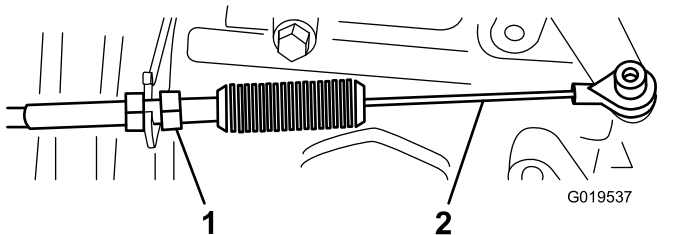
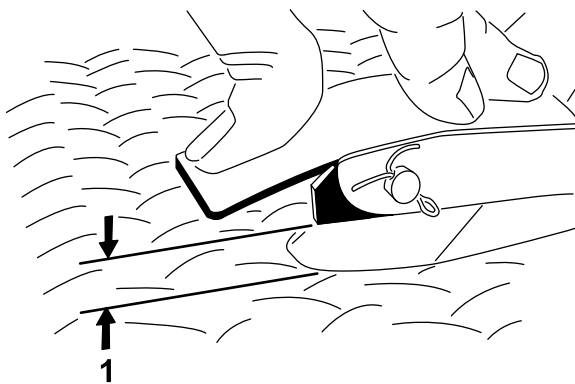

Figura 66
Figura 67
2. Reglai articulaia sferică de la nivelul cablului de acceleraie (Figura 66) pentru a asigura un spaiu de 2,54 - 6,35 mm între braul pedalei de acceleraie i partea superioară a plăcii de podea cu model diamant (Figura 67) atunci când în centrul pedalei este aplicată o foră de 11,3 kgf.
3. Strângei contrapiulia (Figura 66).